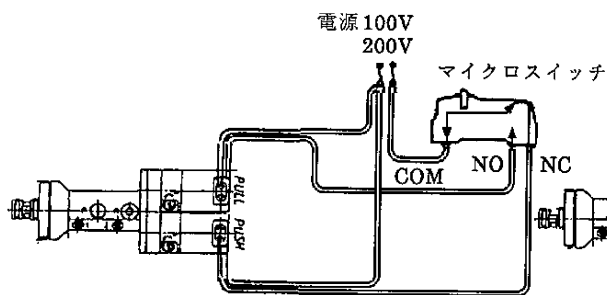

図1
- 1個のマイクロスイッチで作動させる場合は図1のように配線してください。